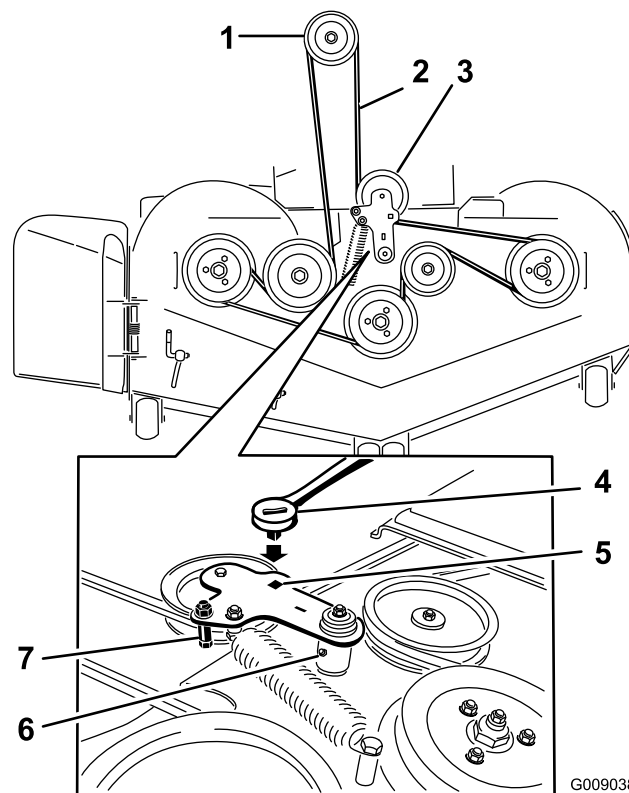

Figure 77
5. Insérez un rochet dans le trou carré du bras de la poulie de tension pour détendre le ressort de la poulie de tension (Figure 77).
7. Enlevez le guide-courroie situé sur le bras de la poulie de tension rappelé par ressort (Figure 77).
9. Acheminez la courroie neuve autour des poulies du tablier de coupe et de la poulie d'embrayage, sous le moteur (Figure 77).
10. Montez le guide-courroie sur le bras de la poulie de tension (Figure 77).
11. Insérez le rochet dans le trou carré et montez le ressort de la poulie de tension (Figure 77).